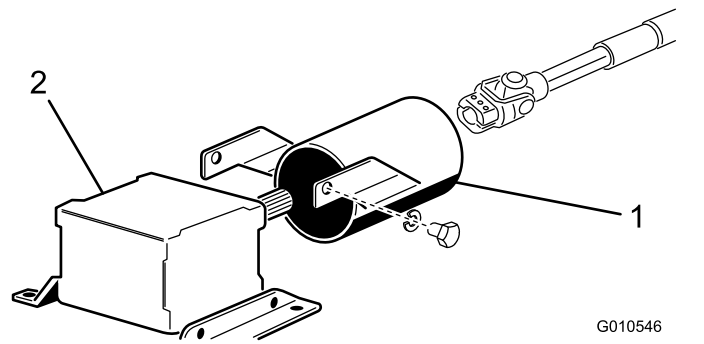

Figure 8
- Enlevez les 2 vis et rondelles-freins qui fixent les supports de la protection de PDF au boîtier d'engrenages (Figure 8).
- Glissez la protection sur l'arbre de PDF en la positionnant comme montré à la Figure 8.